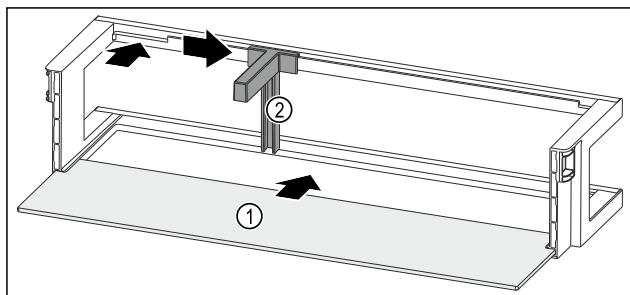

Fig. 53 Dörrfack med hylla
- ▶ Skjut in dörrfacket Fig. 53 (1) i ursparingarna på sidan.
- ▶ Sätt in flaskhållaren Fig. 53 (2) i ursparingen.
- ▶ Skjut flaskhållaren Fig. 53 (2) åt sidan till önskad position.